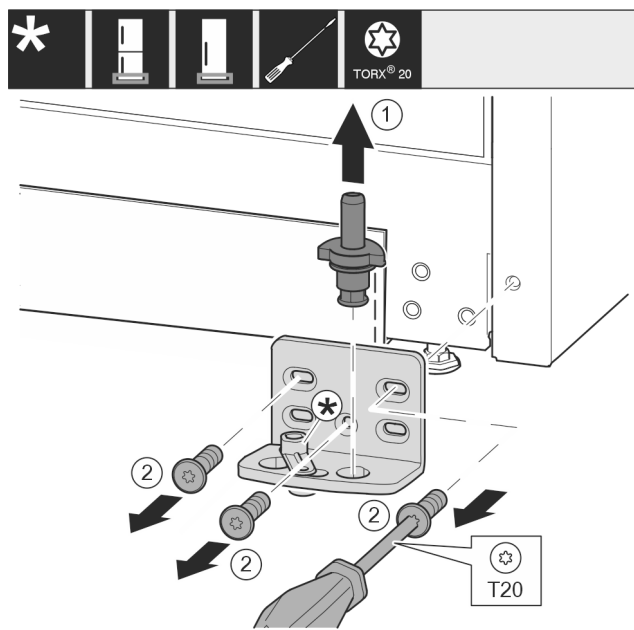

Fig. 13
- Извадете изцяло нагоре лагерния болт. Fig. 13 (1)
- Отвийте винтовете с отвертка T20 и свалете лагерната стойка. Fig. 13 (2)